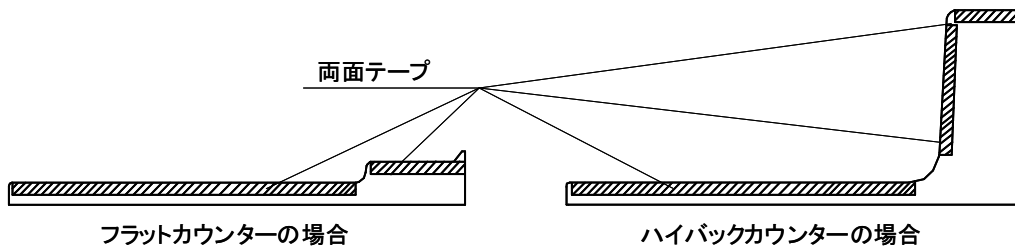

図14-16
- ①天板見切り部材を、見切りに付属の両面テープで、カウンターの側面に貼付けてください。(図14-16)